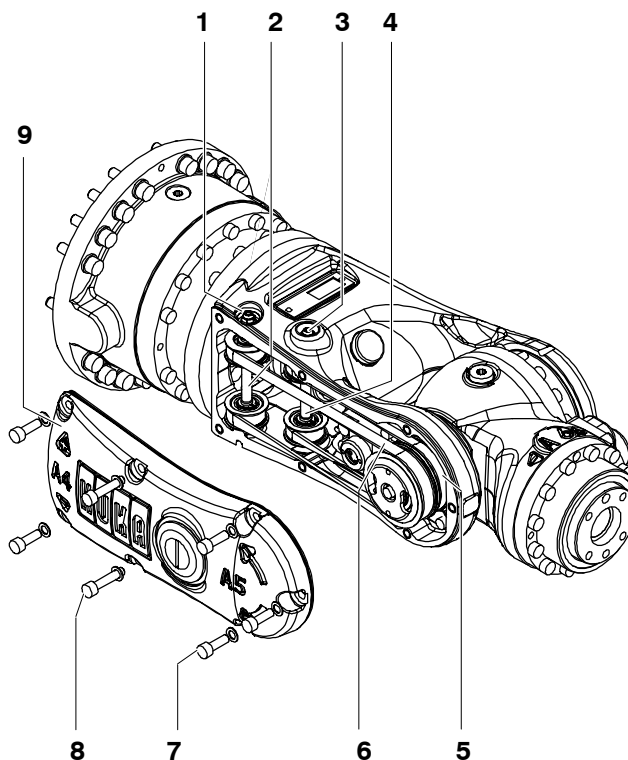

Fig. 116 Démontage et montage de la courroie dentée axe 5 et axe 6
- (1) Mettre le robot en service. Amener le bras en position horizontale et le poignet en ligne en position zéro (Fig. 116).
Avant de remonter le couvercle (Fig. 116/9), il faut exécuter les opérations 2 et 3.